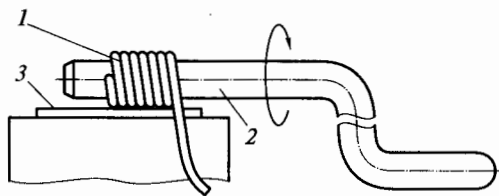

Рис. 2.3. Схема навивки пружины:
31. Опишите последовательность работ при навивке пружины по схеме, приведенной на рис. 2.3: